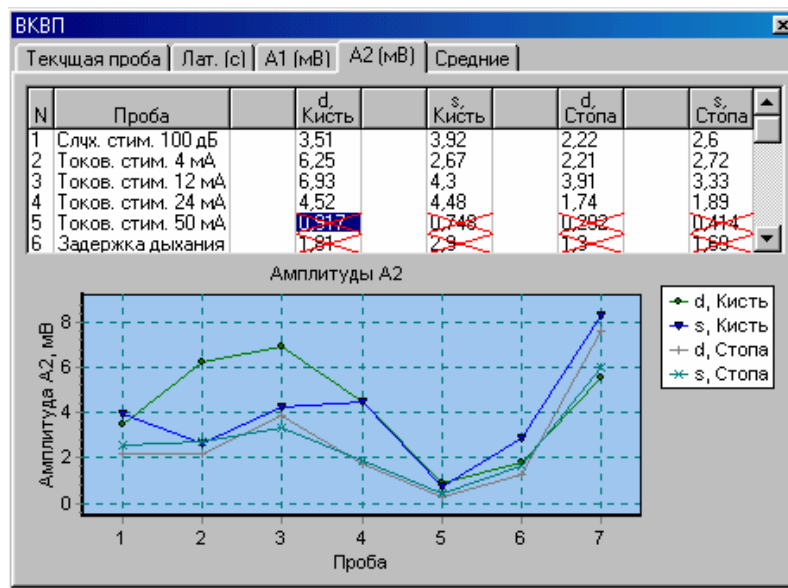

Рис. 3.77
Страница *A2 (мВ)* (Рис. 3.77).
6. Средние скорректированные значения в таблицах окна быстрого анализа (например, Рис. 3.77) отличаются от обычных средних исключением из подсчета “выпадающих” значений. Для исключения из расчета (включения в расчет) того или иного значения необходимо щелкнуть на соответствующей ячейке таблицы правой клавишей мыши и выбрать в появившемся контекстном меню команду **Включить|Выключить**.